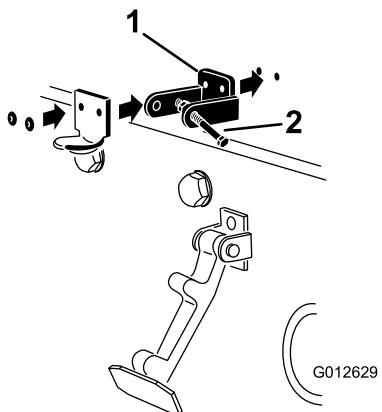

Рисунок 6
6. Приклейте кронштейны и шайбы к капоту (Рисунок 6).